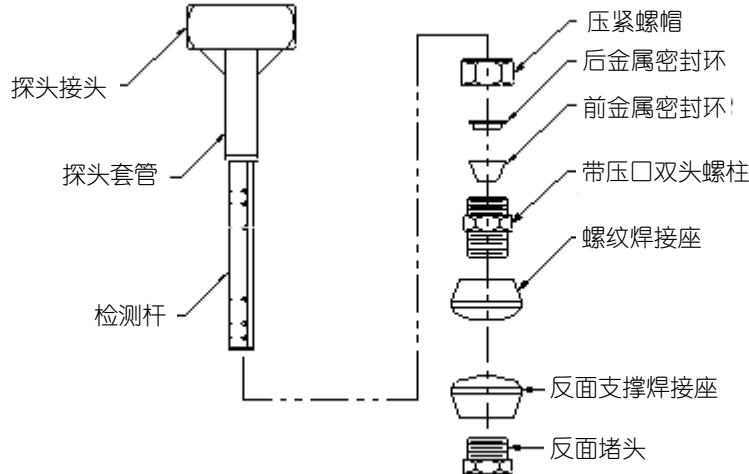

图 2: 威力巴® V110 型组件
- 将检测杆、压紧螺帽、后金属密封环、前金属密封环和带压口双头螺柱拧到螺纹连接焊接座上（用手拧紧），然后将探头组件插入管道。注意后金属密封环和前金属密封环的顺序和锥形的方向必须如图 2 所示。
- 依次将压紧螺帽、后金属密封环、前金属密封环套进套管中。**注意后金属密封环和前金属密封环的顺序和锥形的方向必须如图 2 所示。**后金属密封环必须紧挨着压紧螺帽，其锥形端面必须面向前金属密封环。前金属密封环的锥形端面必须指向带压口双头螺柱。